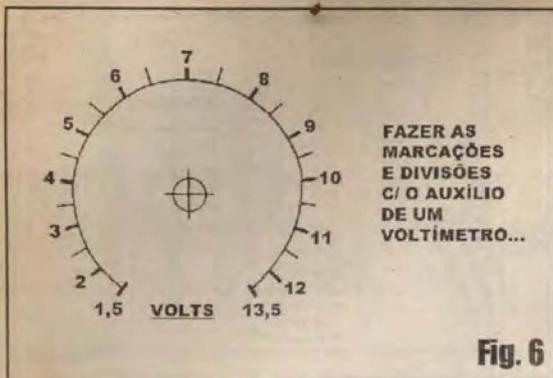

Fig. 6
**- FIG. 6 - SUGESTÃO BÁSICA PARA O DIAL DO POTENCIÔMETRO**... Devido às excelentes características do circuito e dos seus parâmetros de saída, a escala de tensões ajustada ao longo do arco útil de giro do potenciômetro é bastante linearizada e proporcional, iniciando em 1,5 volts (ou muito próximo de tal valor...) e terminando em 13,5 volts (ou *voltagem* bastante *perto* disso...). Na figura, damos uma sugestão para o modelo da escala graduada a ser grafada no *dial* em torno do *knob* do potenciômetro... Para boa precisão, contudo, as marcações e divisões deverão ser referenciadas com o auxílio de um voltmetro de C.C. (pode ser o multímetro, chaveado para *medir* tensões C.C. em faixa conveniente...). Aconselhamos a marcação dos valores *inteiros* (2-3-4-5-6-7-8-9-10-11-12 volts), além do mínimo (1,5) e máximo (13,5) e mais as localizações dos intervalos de *meio volt* entre cada duas marcações adjacentes dos mencionados valores inteiros... Assim ficará muito fácil *achar* - por exemplo - o ajuste correspondente a 4,5 volts, num rápido giro do potenciômetro - desde que este seja dotado de um *knob* tipo indicador ou *bico de papagaio*, conforme sugerido no item **OPCIONAIS/ DIVERSOS** da LISTA DE PEÇAS...